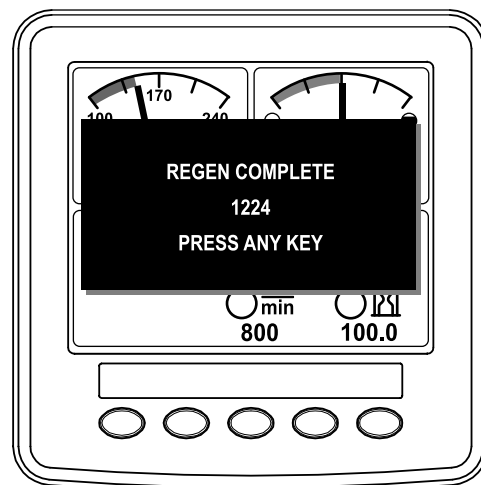

Figure 31
11. Quand le calculateur moteur achève une régénération en stationnement ou d'urgence, l'InfoCenter affiche ADVISORY #1224 (avis n° 183) (Figure 31). Appuyez sur un bouton pour quitter l'écran d'accueil.